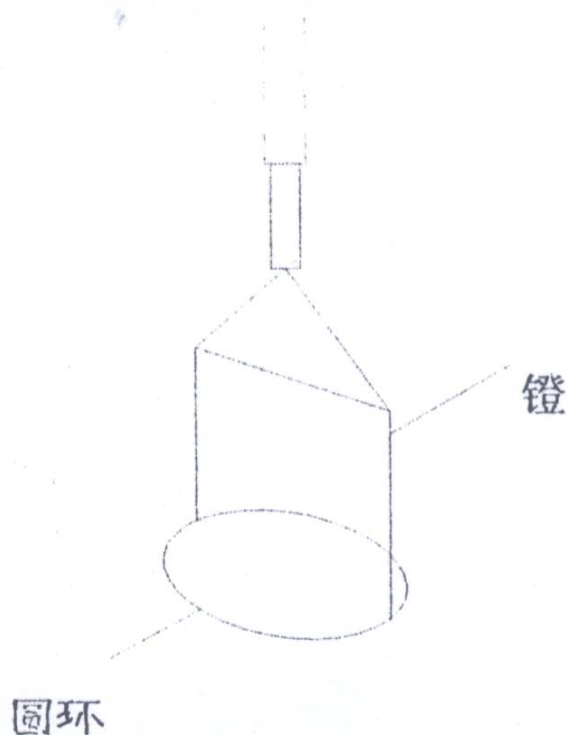

图 5
3. 1 准备工作(执行 BG6541 第 4. 1 条)用石油醚清洗样品杯, 接着分别用丙酮和水清洗, 再用热的铬酸洗液浸洗, 以除去油污, 最后用水及蒸馏水冲洗干净, 如果样品不是立即使用, 应将其倒置于一块干净的布上, 用石油醚清洗铂环, 再用丁酮漂洗, 然后在酒精灯的氧化焰中加热。注意: 清洗铂环, 应从环架杆上取下进行, 取铂环和安装铂环时一定要关掉仪器电源, 安装好铂环后, 要使铂环每一部分都在同一平面上(图 5)。